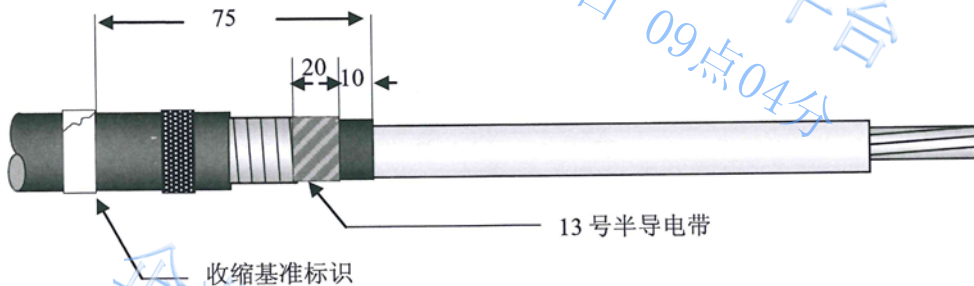

图 12 制作示例图
2) 如图 12 所示, 在铜屏蔽端口绕包导电乙丙橡胶带 (13# 导电胶布) 一个来回, 分别覆盖 10mm 铜屏蔽层和 10mm 电缆处半导体层。从电缆半导体层断口处往外护套方向量 75mm, 用 PVC 胶带 (1500# 胶布) 作一明显标记, 此处为冷缩绝缘管的收缩基准。